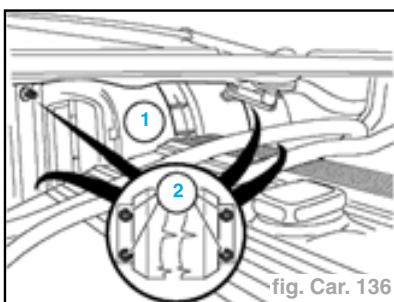

fig. Car. 136
- Défaire les vis (2) du tablier d'avant (1) (fig. Car. 136).